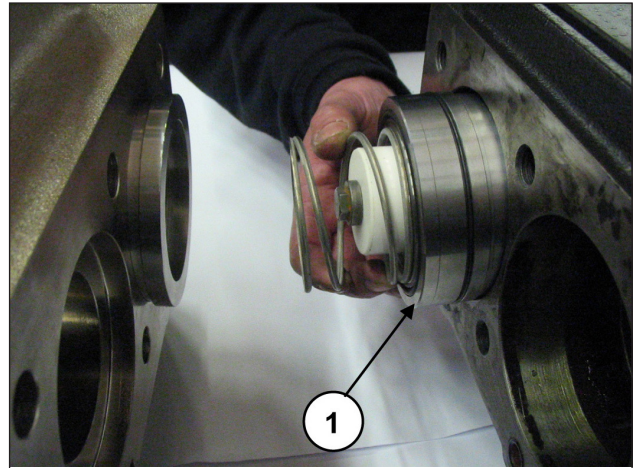

Fig. 154
Girar el eje para desplazar la guía del pistón de manera que el tampón avance y expulse el soporte de las juntas, el muelle y el grupo del pistón completo (pos. ①, Fig. 154).